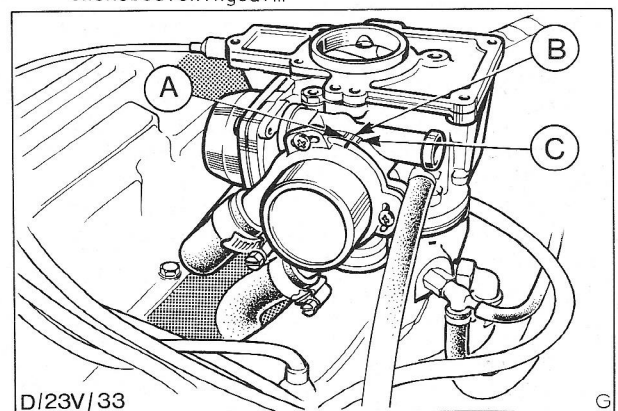

Fig. 71 Afstelmerkteken van automatische choke.
- 8. Breng het merkteken op het chokehuisdeksel in lijn met het juiste merkteken op het chokehuis en zet de drie schroeven vast. Fig. 71 toont de 'normale' afstelling. Raadpleeg de 'Technische gegevens' voor het kiezen van het juiste afstelmerkteken.